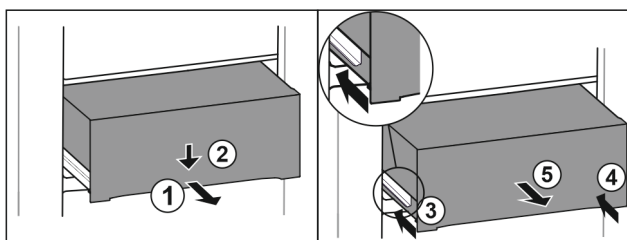

Fig. 95
- ▶ Zásuvku napůl vytáhněte. Fig. 95 (1)
- ▶ Stlačte zásuvku na přední straně dolů. Fig. 95 (2)
- ▶ Zasuňte levou kolejničku přibližně do 2 cm. Fig. 95 (3)
- ▶ Zasuňte pravou kolejničku přibližně do 2 cm. Fig. 95 (4)
- ▶ Vyjměte zásuvku dopředu. Fig. 95 (5)